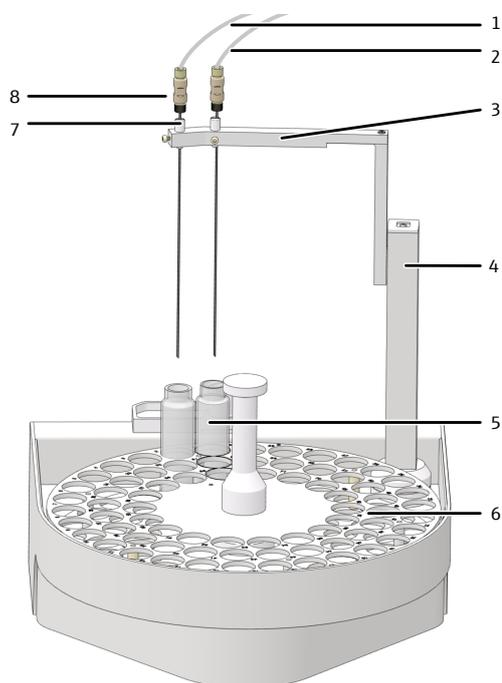

Fig. 25 Conception du distributeur d'échantillon AS vario
- ▶ Pour les mesures NPOC avec évacuation parallèle : Insérer chacune des canules dans une douille dans les deux emplacements du porte-canule (Fig. 25 ☰ 49).